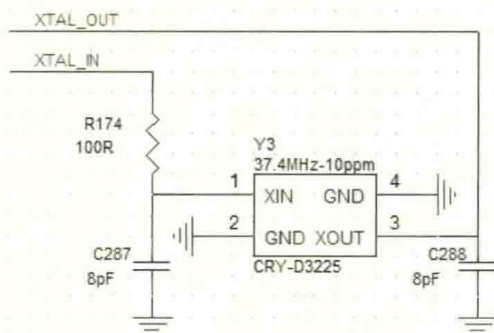

图 14-42 晶振的选择
(2) 请注意 WIFI 需选择 ESR 小于 60ohm、频偏误差小于 20ppm 的晶振。对于晶振的匹配电容，请根据晶振规格选择合适的电容值，避免频偏太大而出现的工作异常（如热点数较少等），如图 14-42 所示。